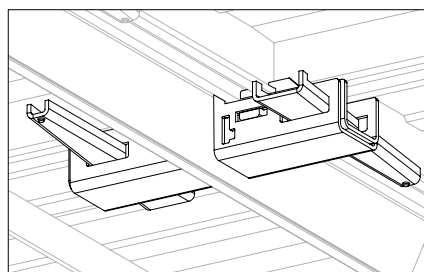

Fig. A5.11
- I telai per soletta sono collegati anche tramite il giunto UNO Plus. (Fig. A5.11)
Montare i giunti con i telai per soletta sulla relativa trave in modo che risultino uno opposto all'altro. (Fig. A5.11)